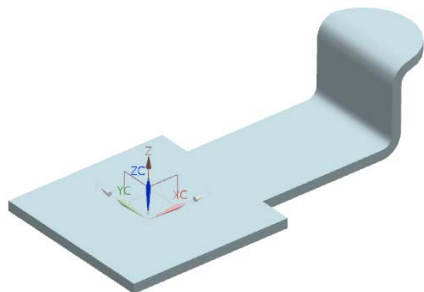

图 3-52 二次折弯
(4) 在“二次折弯”对话框栏中单击按钮，创建如图 3-52 所示的二次折弯。